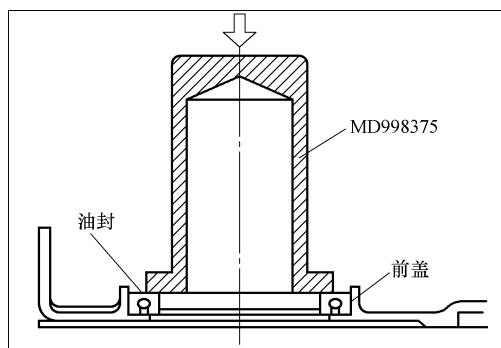

图 2-101 安装曲轴前油封
7) 安装曲轴前油封。如图 2-101 所示，使用专用工具，将曲轴前油封装在前盖上。